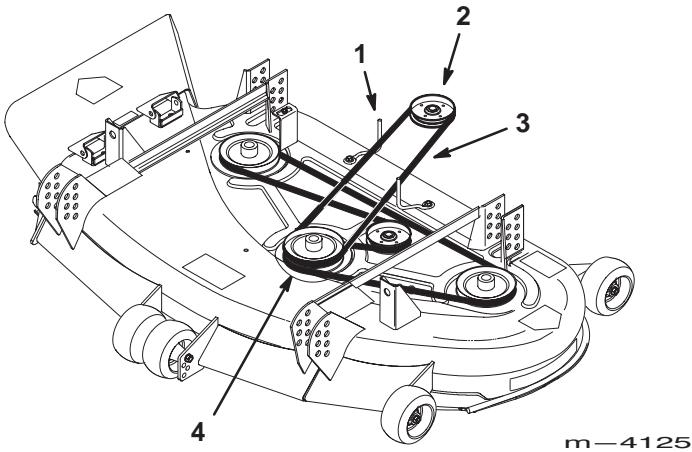

Bild 49
4. Entfernen Sie den abgenutzten Treibriemen (Bild 49).
5. Montieren Sie den neuen Treibriemen auf der Zapfwellenantriebscheibe und der obersten Rille der mittleren Spindelscheibe (Bild 49).